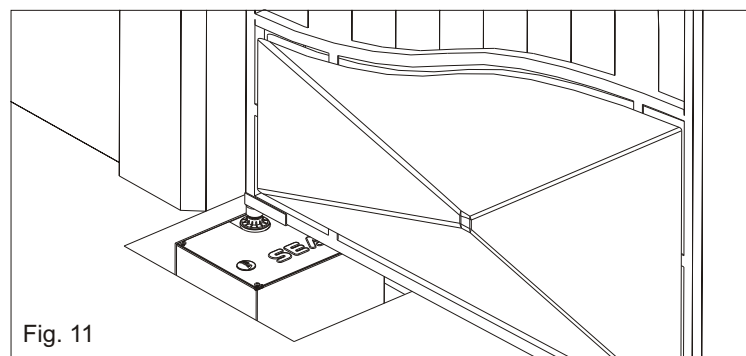

Fig. 11
**3.7.** Apoyar las hojas de la cancela sobre el perfil U (Fig. 11) y conectarlas a los goznes en la parte superior.